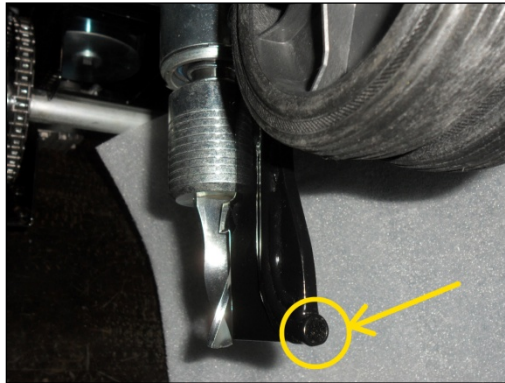

Abb. 2
- Kontrollieren Sie die Unversehrtheit der Ausgangsöffnung des Kabels aus der Flosse für die Kabelverlegung (Abb. 2). Es ist vor allem zu kontrollieren, dass um die gesamte Öffnung herum keine Einschnitte vorhanden sind und dass der Rand der Öffnung nicht scharf oder ausgezackt ist. Bei vorhandenen Beschädigungen ist die Flosse auszuwechseln, Code 7456.